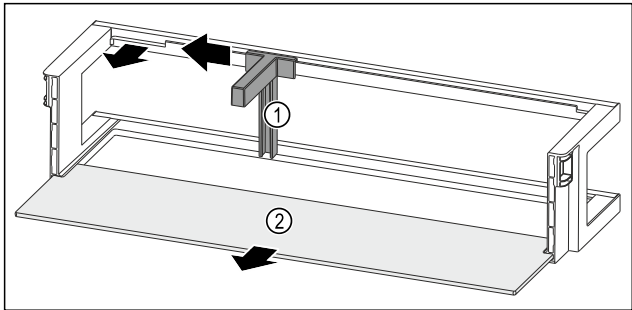

Fig. 160 带瓶托和搁板的门边存放架
- ▶ 将瓶托 Fig. 160 (1)推至槽边。
- ▶ 取出瓶托 Fig. 160 (1)。
- ▶ 取出搁板 Fig. 160 (2)。